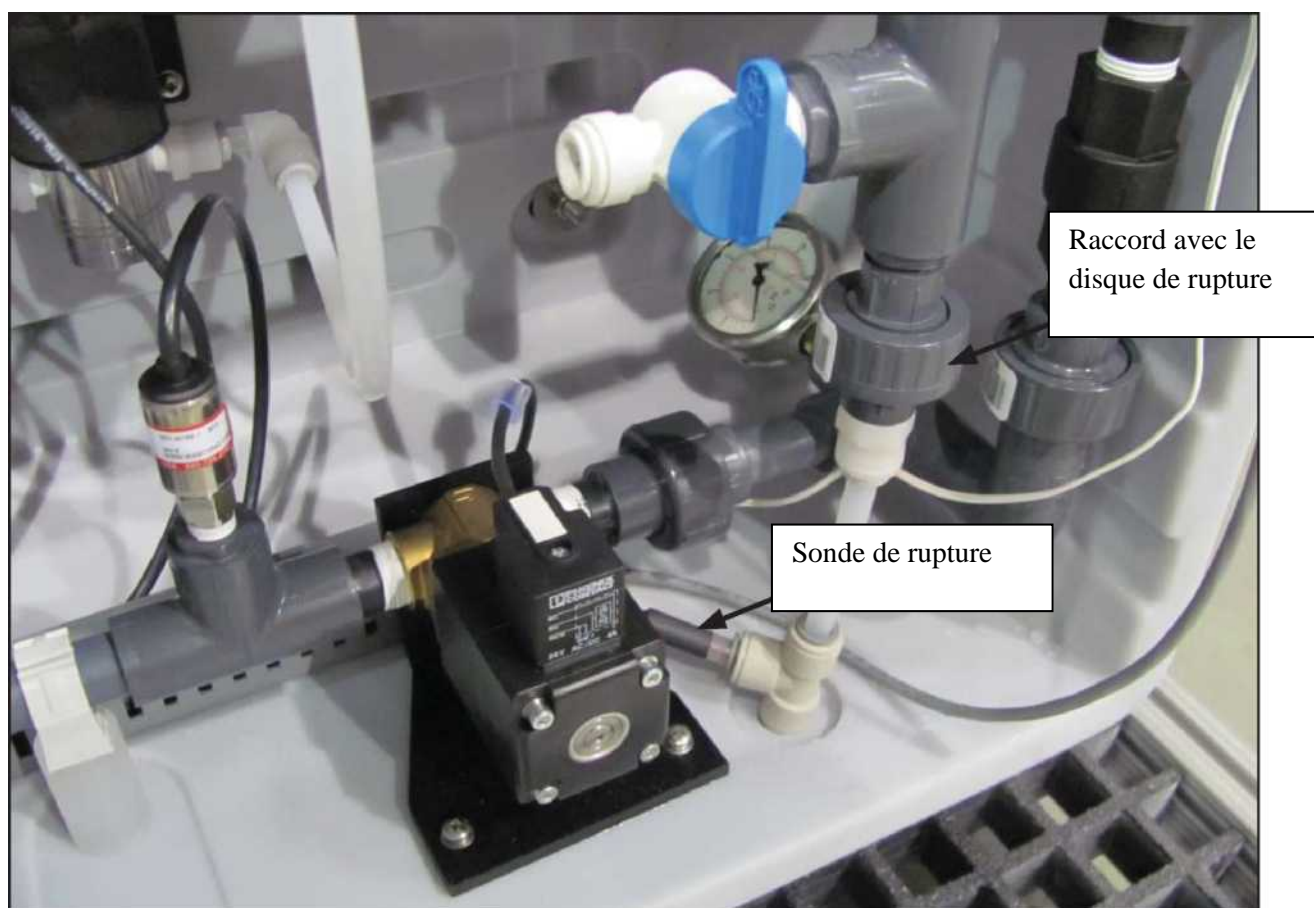

Figure 6-1. Disque de rupture
3. Par l'avant du système et en face de la cellule, vous trouverez un raccord avec un tuyau souple. Il s'agit de l'assemblage du disque de rupture (figure 6-1).